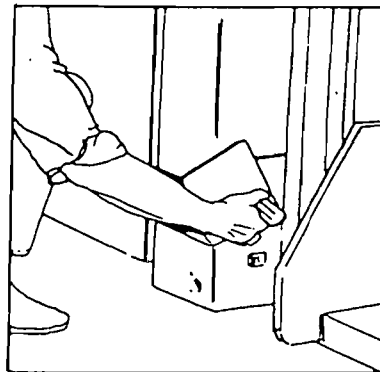

Abb. 14
3. Arretierung vom Batteriehalteblech öffnen und Blech entfernen (Abb. 14).